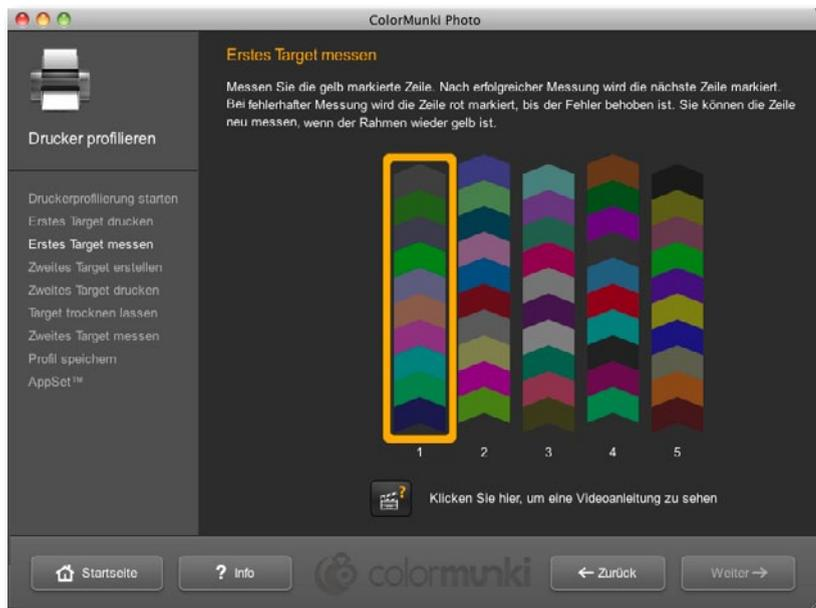

Abb. 3-36:
- Nun kann das erste Target vermessen werden. Hat man ein dünnes Papier, so sollte man ein zweites Blatt des gleichen Papiers unter das Target legen, so dass »Papierfarbe« und nicht Schreibtischfarbe als Hintergrund vorhanden ist. Zum Vermessen fährt man einfach, wie in Abbildung 3-36 gezeigt, die Streifen nacheinander bei gedrückter Messtaste (seitlich am Gerät) langsam ab. Setzen Sie den Messkopf so auf, dass das Messfenster des Kopfs noch auf dem weißen Papier unten steht. Drücken Sie erst jetzt die Messtaste. Da die Streifen recht breit sind, ist die Erfassung einfach; das Messfenster liegt in der Mitte des Geräts und selbst bei kleinen Abweichungen nach links oder rechts »sieht« das Messfenster noch die richtige Farbe. Jeweils am Ende eines Streifens lässt man die Messtaste los. Das Programm überprüft nun, ob die letzte Messung brauchbar war (es kennt ja die Farben), und schaltet dann auf den nächsten Streifen weiter. Zu Beginn dauert das Vermessen etwas länger, bis man das richtige Gefühl für die Messkopfführung und die passende Geschwindigkeit entwickelt hat. Danach geht es recht zügig.